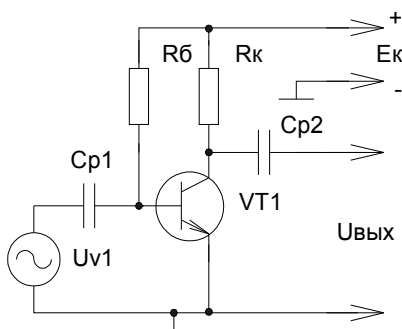

Рис. 221
**1) Питание цепи базы транзистора по схеме с фиксированным током базы.** В практических схемах включения с ОЭ и ОК источник питания базы  $E_b$  не применяется, а цепь базы питается от коллекторного напряжения  $E_k$  при помощи дополнительных элементов схемы. Наиболее простой является схема питания цепи базы с «фиксированным током базы» (смотрите рисунок 221).